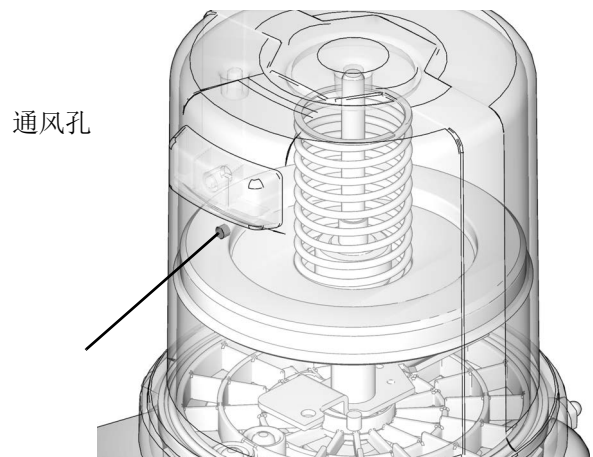

图 9
3. 将润滑脂注入液箱，直至从动板的密封件突破通风孔（图 9），大多数空气从液箱中排出。